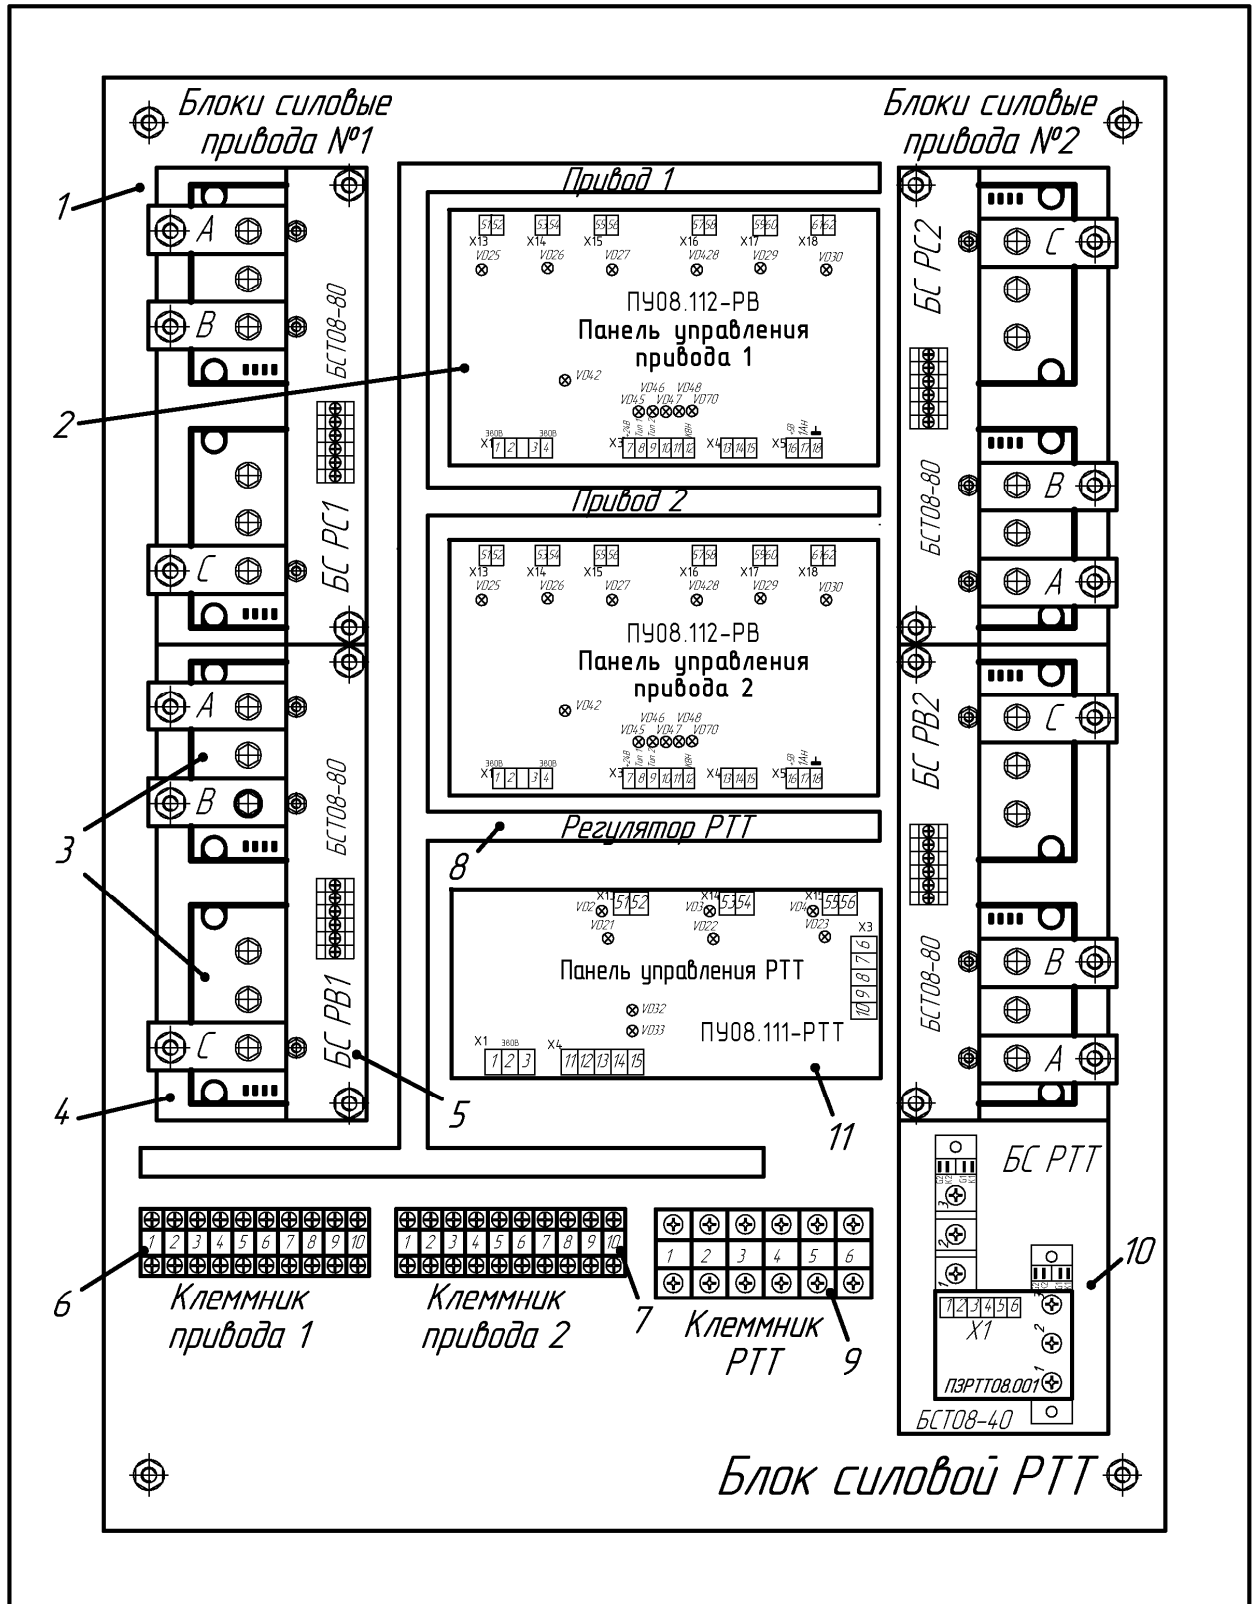

Рисунок 1 – Внешний вид шкафа (с открытой дверью)
3.1 Все регуляторы размещены в шкафу с размерами 800x650x250 (ВxШxГ). Составляющие регуляторов закреплены на плите 1 (рисунок 1).